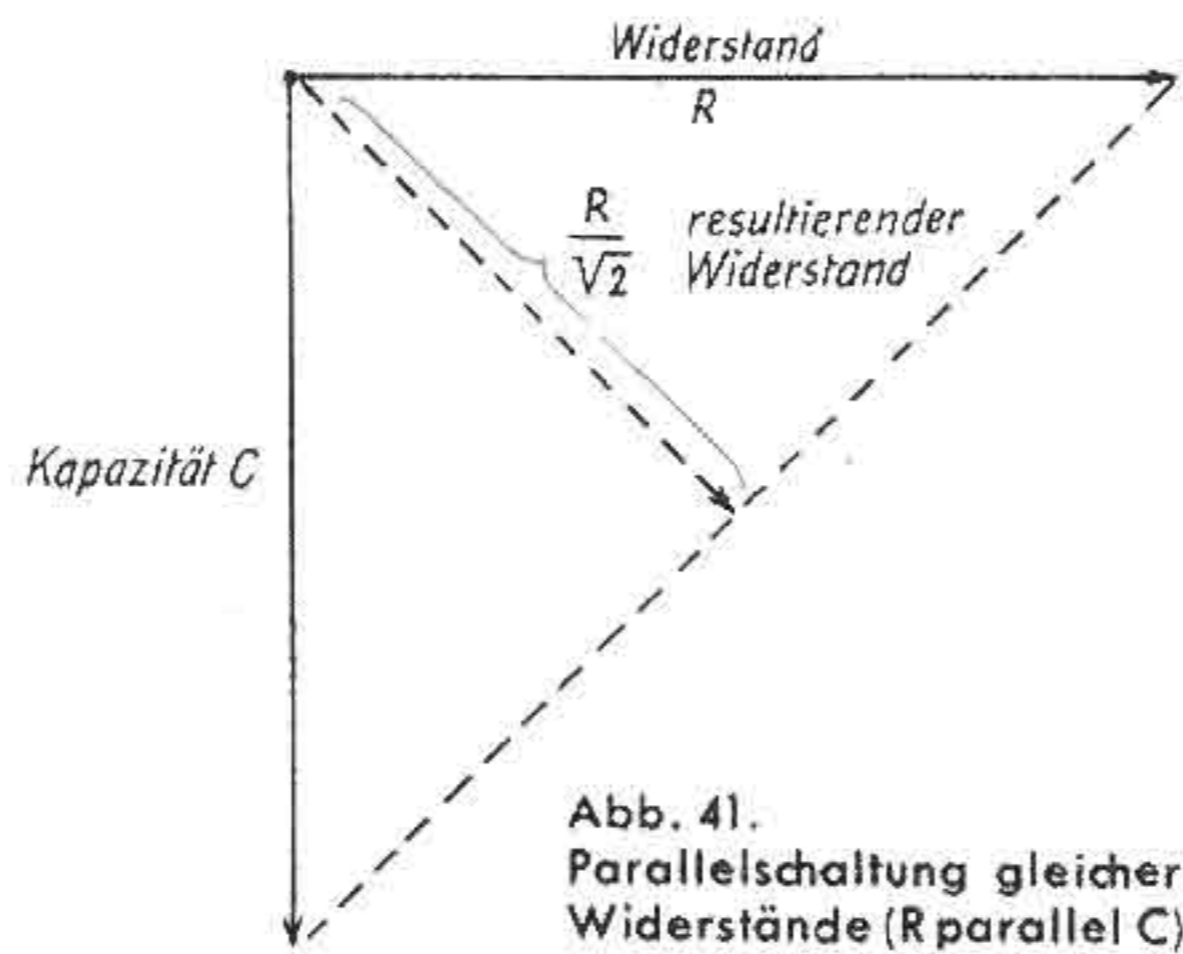

Abb. 41. Parallelschaltung gleicher Widerstände (R parallel C)
Die feinsten Einzelheiten in unseren Fernsehbildern entsprechen, wie bereits in Abb. 4 (Teil ①) gezeigt, einer „Bildpunktfrequenz“ von 5 MHz, natürlich in Sinusform. Lassen wir im Videoteil des „Detektorempfängers“ (Abb. 34) bei dieser Grenzfrequenz ein Absinken auf $70\% = \frac{1}{\sqrt{2}}$ der Amplitude tiefer Frequenzen zu, dann ist sehr leicht zu ermitteln, welche Zeitkonstante T_{Gr} in diesem Fall erlaubt ist. Bei der Parallelschaltung eines ohmschen und eines kapazitiven (Schein-) Widerstandes gleicher Größe entsteht nämlich auf Grund der geometrischen Zusammensetzung (Zeigerrechnung; Abb. 41) gerade ein resultierender Wert von $\frac{1}{\sqrt{2}}$ der